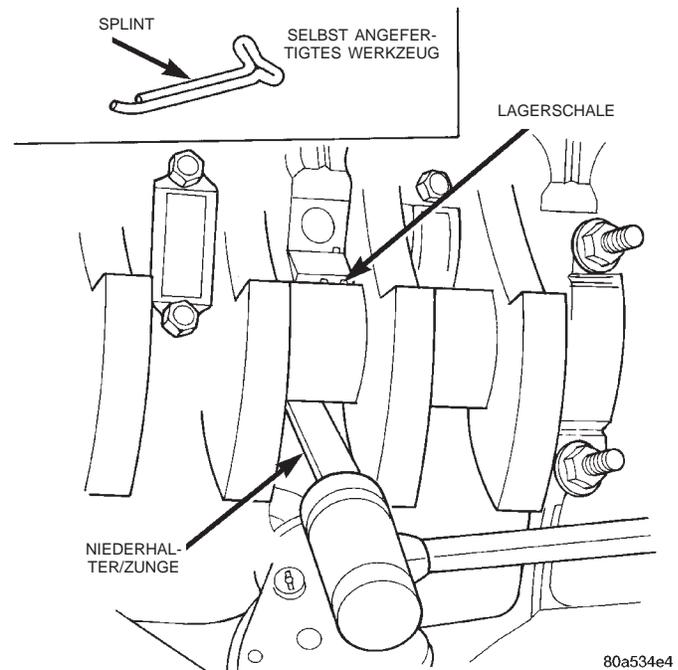

Abb. 55 Ausbau der oberen Lagerschalen
(7) Untere Lagerschale aus dem Lagerdeckel ausbauen.
(8) Obere Lagerschale ausbauen; hierzu alle anderen Lagerdeckel LÖSEN (NICHT AUSBAUEN) und ein aus einem Splint hergestelltes Werkzeug in die Ölbohrung des Lagerzapfens einführen. Den Splint gemäß Abbildung biegen, um das benötigte Werkzeug herzustellen (Abb. 55). Nach dem Einführen des Splintwerkzeugs die Pleuellwelle so drehen, daß die obere Lagerschale zur Haltenase hin bewegt wird. Der Lagerzapfen von Hauptlager 3 verfügt über keine Ölbohrung, weshalb zum Ausbau der Lager-
schale ein Niederhalter oder dgl. mit weicher Oberfläche verwendet werden muß (Abb. 55). Lagerschale um 25 mm (1 Zoll) anheben und von unten gegen die Haltenase drücken; Lagerschale abnehmen.